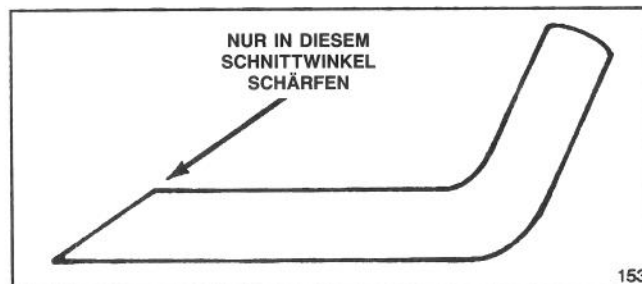

Abbildung 27
6. SCHÄRFEN DES MESSERS—Schärfen Sie die Oberseite des Messers (zum Mähergehäuse gerichtete Seite), indem Sie den ursprünglichen Schnittwinkel bewahren. (Abb. 27) Wenn gleich viel Material von beiden Schnittflächen entfernt wird, bleibt das Messer balanciert.